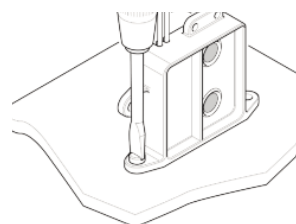
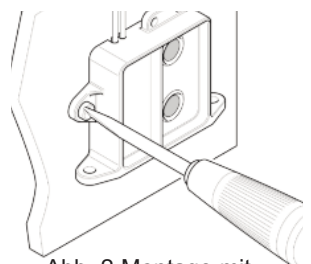

Abb. 1 Montage am Schalterboden
Abb. 2 Montage mit Befestigungsösen
1. Montieren Sie den Schalter in vertikaler Ausrichtung, wie in Abb. 1 dargestellt (Kabel in oberster Position). Positionieren Sie den Schalter so nahe wie möglich an der Pumpe, um den gleichen Wasserstand sicherzustellen.
1. Verwenden Sie den Schalterboden (Abb. 1) oder die Montageösen (Abb. 2) als Schablone zur Markierung der Vorbohrungen im Montagebock.